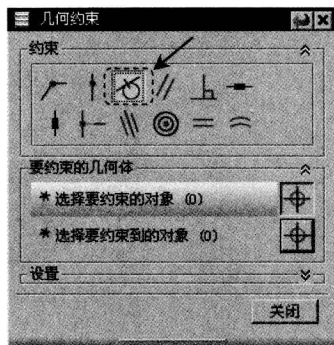
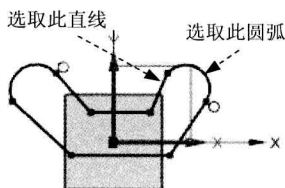
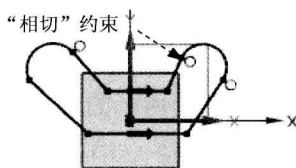

图 2.12.3 “几何约束”对话框
图 2.12.4 定义约束对象
图 2.12.5 添加约束 (一)
(1) 单击“显示所有约束”按钮  和“约束”按钮 。系统弹出图 2.12.3 所示的“几何约束”对话框, 单击  按钮, 选取图 2.12.4 所示的直线和圆弧, 则在直线和圆弧之间添加图 2.12.5 所示的“相切”约束。